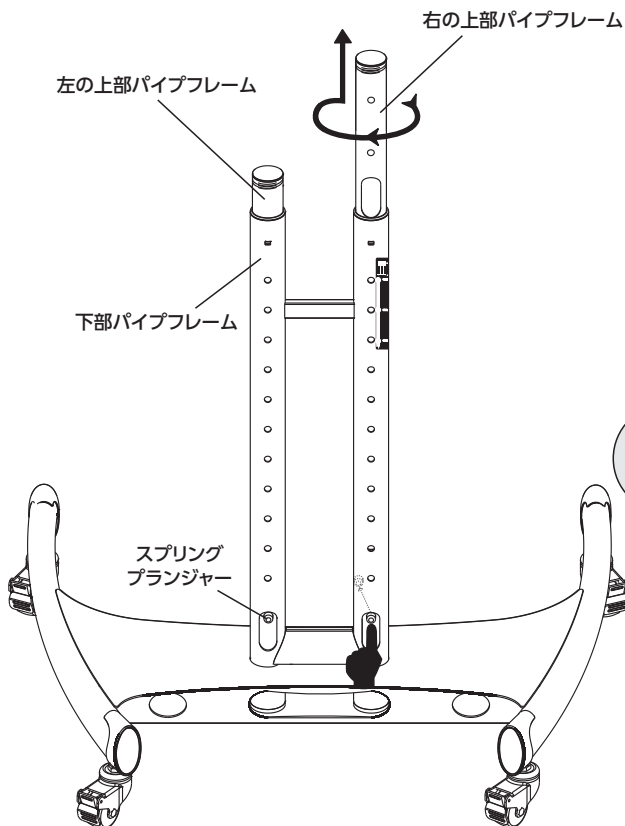

図1
Step 1. 指を使って、ケーブル管理穴にあるスプリングプランジャーを押し下げ、右側のパイプフレームを希望の高さまで引き上げます。希望の高さまで引き上げたら上部パイプフレームをねじり、スプリングプランジャーを下から3段目以上の穴にはめ込みます（図1）。